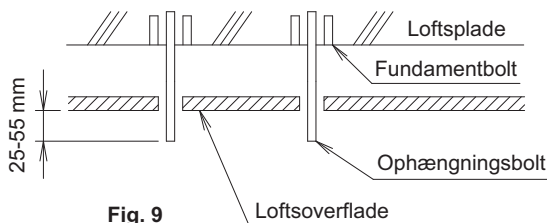

Fig. 9
(4) Montering af ophængningsboltene.
- Justér længden på ophængningsboltene i forhold til loftet i forvejen. (Se fig. 9)
- Delene vist i fig. 9 medfølger ikke.